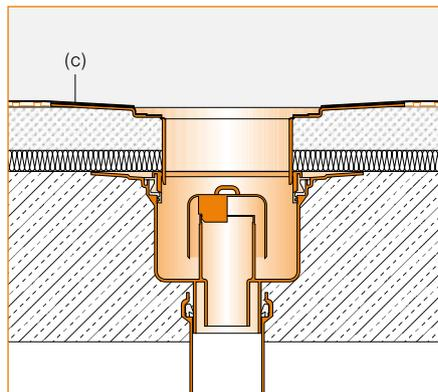

Fig. 7
5. Le collage de la collerette Schlüter®-KERDI (c) permet de réaliser une transition étanche avec la surface de la chape (Fig. 7). La couche suivante est l'étanchéité de surface réalisée au moyen de Schlüter®-